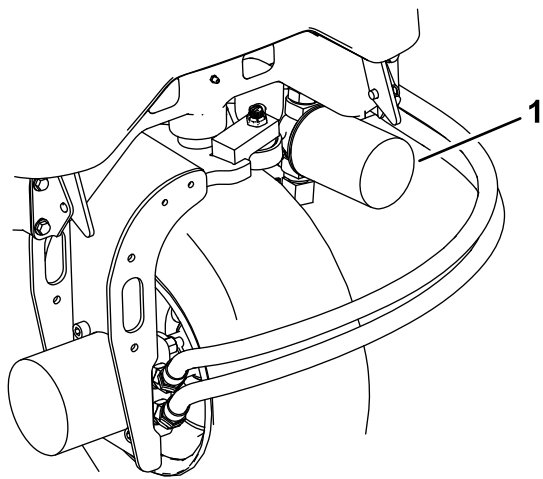
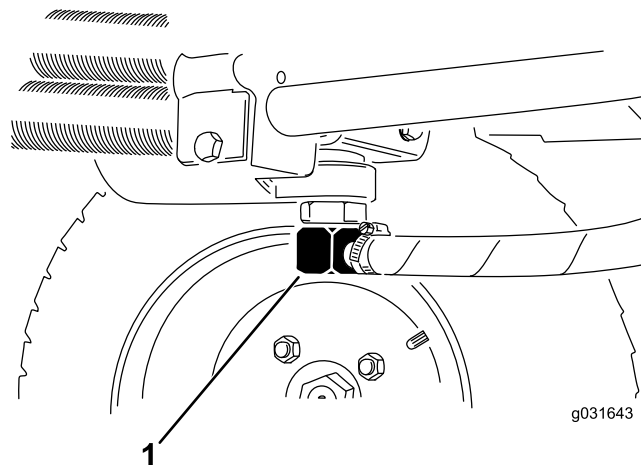

Figure 62
Figure 63
3. Nettoyez la surface autour de la zone de montage du filtre et déposez le filtre (Figure 62).
2. Débranchez la conduite hydraulique ou enlevez le filtre hydraulique et laissez couler l'huile dans un bac de vidange (Figure 62 et Figure 63).
3. Rebranchez la conduite hydraulique quand la vidange est terminée (Figure 63).